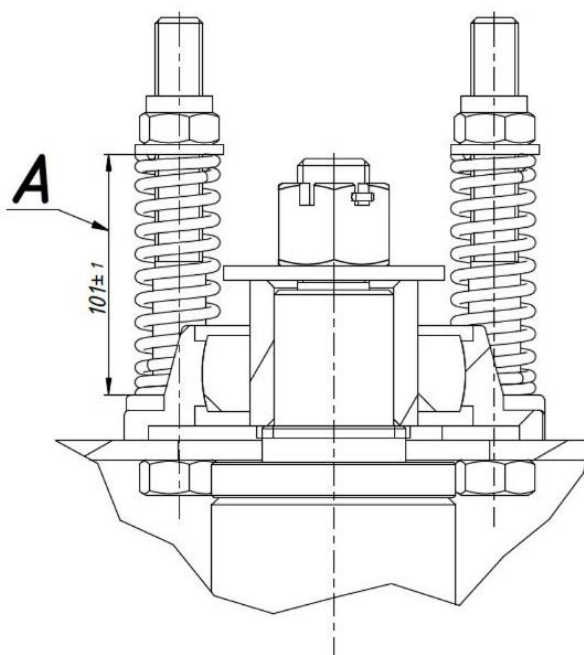

Рис.31 – Размер натяжения пружины выгрузного шнека
4. Размер А натяжения пружин выгрузного шнека выставляется заводом-изготовителем и должен быть восстановлен при ремонтных работах (см. рис. 31).